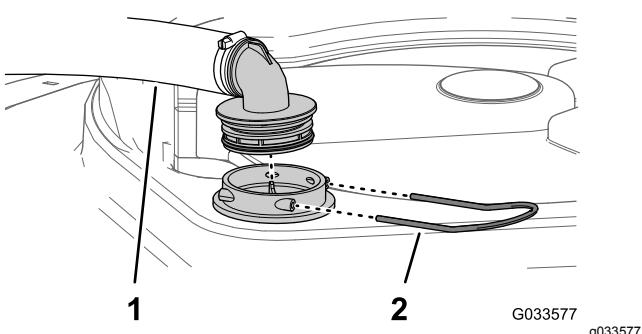

Figure 101
2. Au sommet de la cuve du pulvérisateur, retirez l'étrier de fixation qui fixe le raccord de flexible sur le grand flexible du logement du filtre (Figure 101).
3. Retirez le flexible et le raccord du logement du filtre (Figure 101).